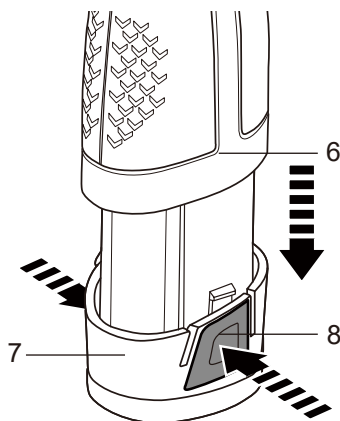

Fig. 2
- > Para evitar un arranque accidental, bloquee el interruptor de encendido/apagado (5) colocando el selector de giro avance/retroceso (4) en la posición central (ver la sección “Funciones del producto – Selector de giro avance/retroceso”).
- > Para retirar el bloque de baterías del producto, presione los dos botones de desbloqueo (8) y tire del bloque de baterías (7) hacia fuera de la empuñadura (6) (Fig. 2).